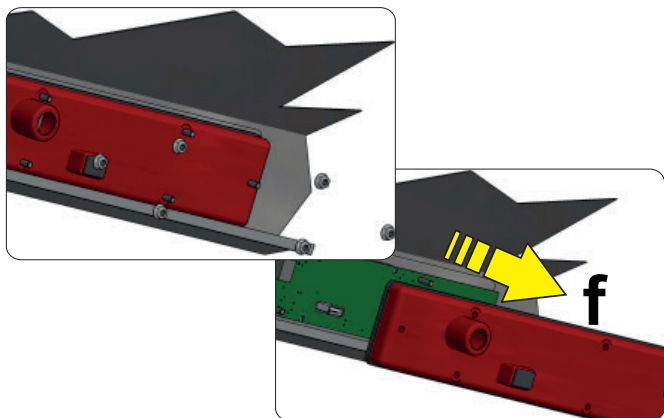

fig. 4
- Enlever la boîte de protection en plastique (position **f** - voir **fig. 4**).